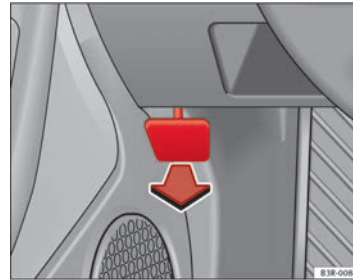

Abb. 178 Ausschnitt aus dem Fußraum auf der Fahrerseite: Entriegelungshebel für die Motorraumklappe
- Den Hebel unterhalb der Instrumententafel ⇒ Abb. 178 in Pfeilrichtung ziehen.